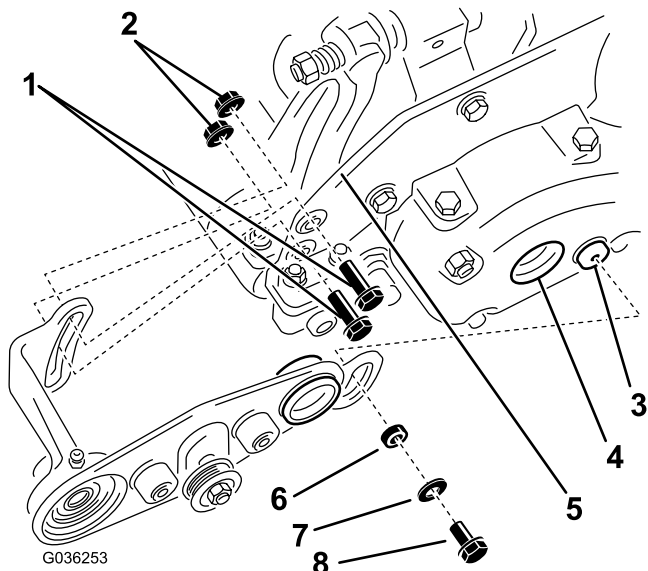

Рисунок 15
- B. Нанесите тонкий слой консистентной смазки на уплотнительное кольцо круглого сечения, установленное на направляющий поясok правой опоры щетки; см. Рисунок 15.
- D. Вставьте направляющий поясok в большое отверстие в крышке механической щетки и закрепите переднюю сторону правой опоры щетки на бобышке в крышке механической щетки посредством проставки подшипника, шайбы и болта с контрлящей смазкой (5/16 x 5/8 дюйма); см. Рисунок 15.
- E. Прикрепите заднюю сторону правой опоры щетки к внутренней стороне боковой плиты режущего блока двумя болтами с контрлящей смазкой (5/16 x 1 дюйм) и двумя фланцевыми гайками (5/16 дюйма); см. Рисунок 15.